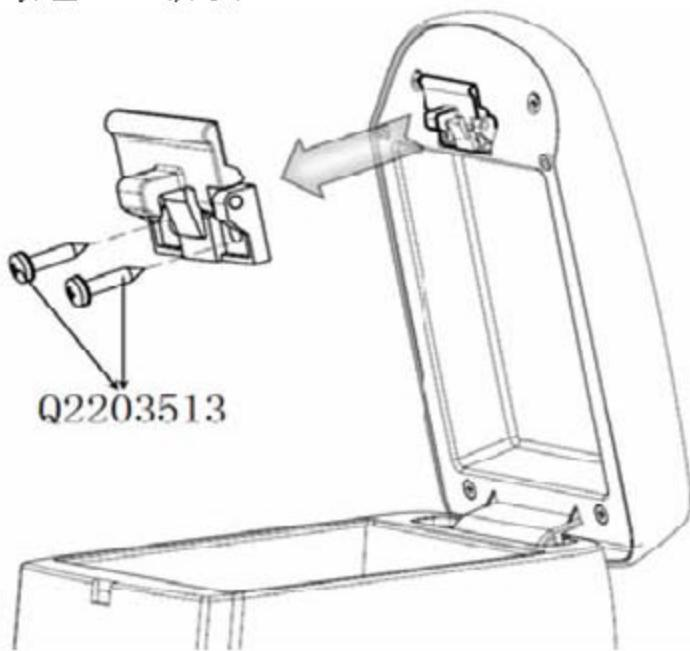

图 6-3-2 中央置物盒弹簧开关机构小总成的拆卸
1).摁下中央置物盒弹簧开关机构，打开扶手至直立状态；用十字螺丝刀依次松开固定开关机构的两个螺钉(Q2203513 十字槽盘头自攻螺钉和平垫圈组合件)，将开关机构取下。如图 6-3-2 所示：